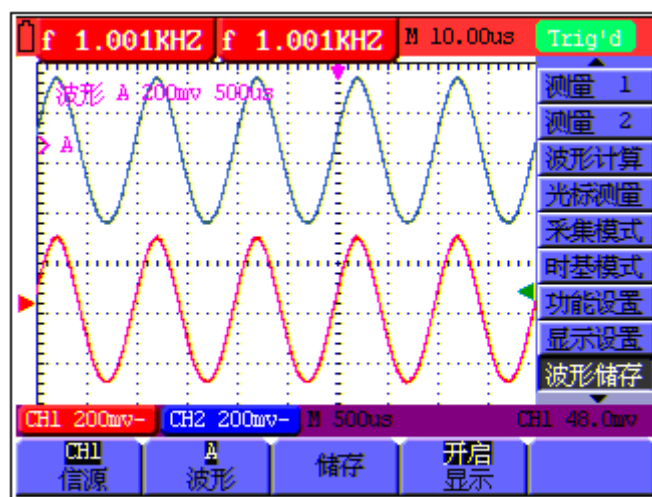

图49：波形储存
6. 按 **F4** 键，选择 **显示** 为 **开启**，储存在地址 A 中的波形就显示在屏幕中，波形显示的颜色是蓝色，同时以紫色信息显示波形的零点位置、电压档位和水平时基。见图 49：